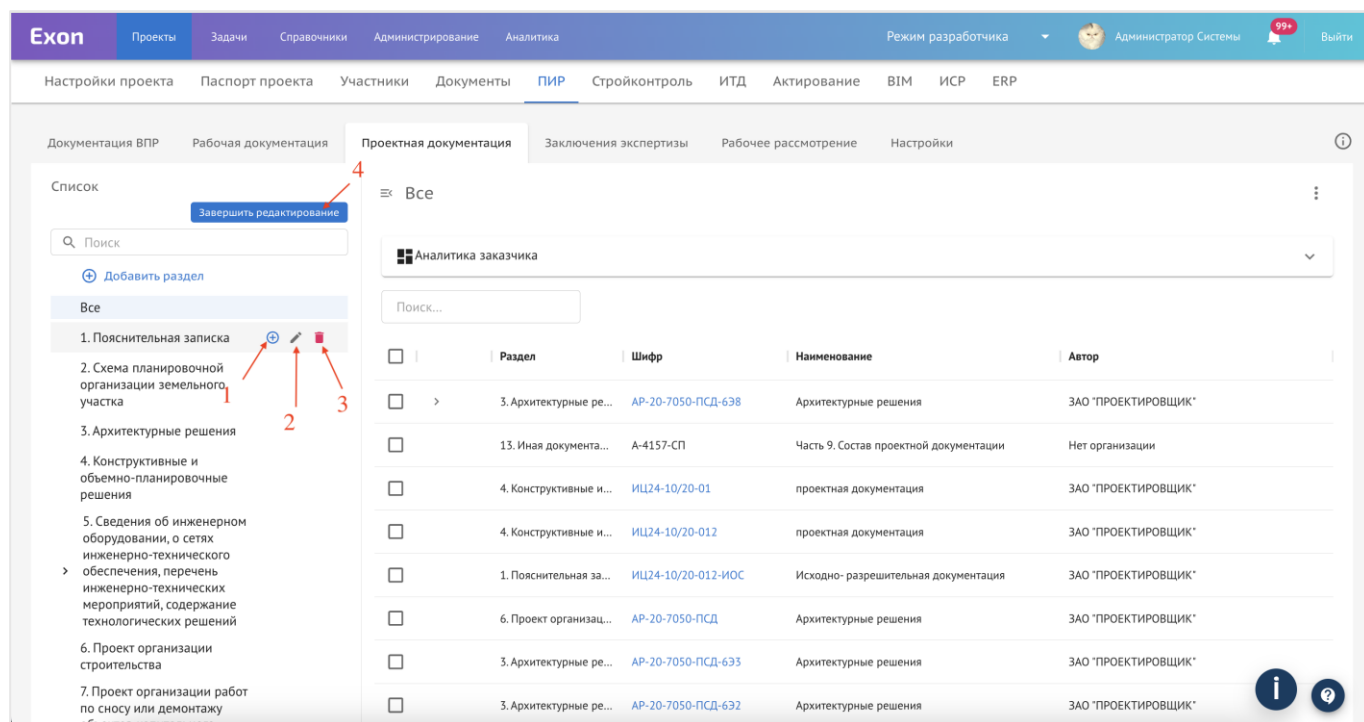

Рис. 53 - Редактирование списка разделов
3. К каждому разделу можно добавить подраздел с помощью активной кнопки «+» (1), а так же переименовать раздел (2) и удалить (если в раздел не был загружен
документ) (3), после внесения изменений, их необходимо сохранить действием «Завершить редактирование» (4) (рис. 53);